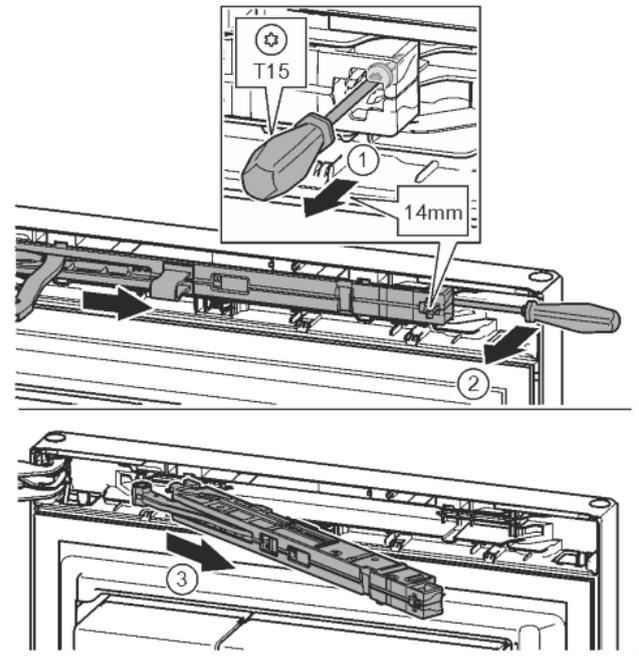

Fig. 13
- Schraube an Schließdämpfereinheit mit Schraubendreher T15 ca. 14 mm lösen. Fig. 13 (1)
- Mit einem Schraubendreher griffseitig hinter die Schließdämpfereinheit fahren und nach vorne drehen. Fig. 13 (2)
- Schließdämpfereinheit herausziehen. Fig. 13 (3)